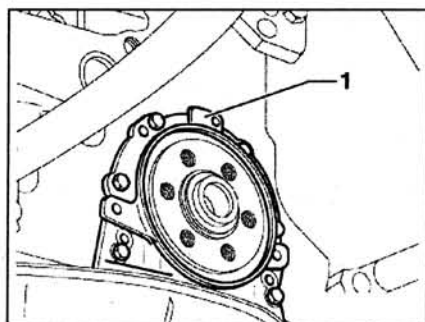

Рис. 2.46. Снимите уплотнительный фланец 1.
10. Снимите уплотнительный фланец 1 (рис. 2.46).